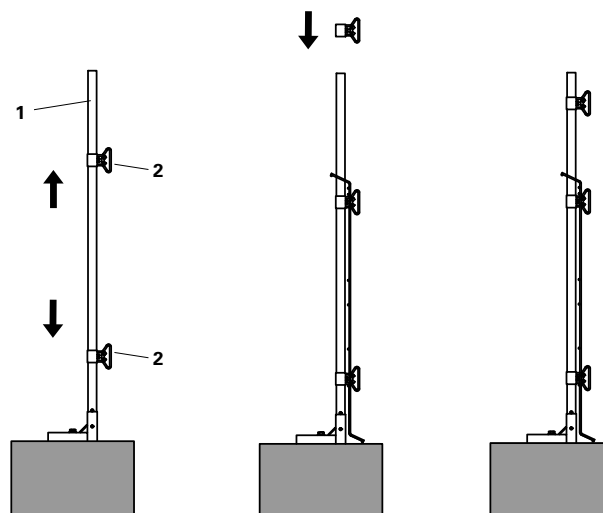

Fig. A5.06
4. Se è previsto l'uso del grigliato di estensione PMB S, installare 1x attacco scorrevole per grigliato aggiuntivo. Una volta montato il grigliato sovrapponibile, vedere Sezione A6. (Fig. A5.06)